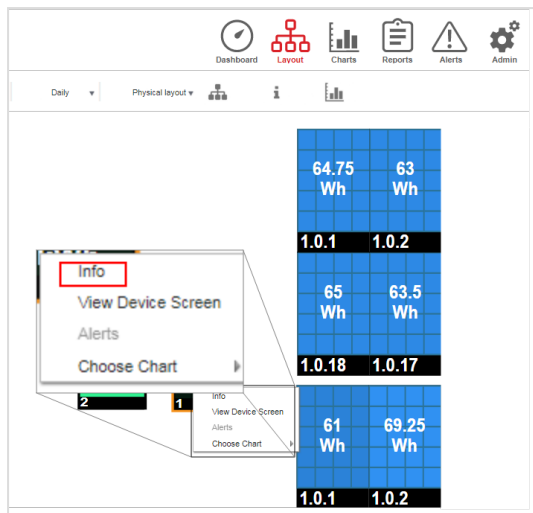

Abbildung 23: Wechselrichter-Menü
2. Klicken Sie mit der rechten Maustaste auf den Wechselrichter und wählen Sie im Menü **Info** aus (Abbildung 23). Das Fenster mit den Wechselrichterdaten wird eingeblendet (Abbildung 24).